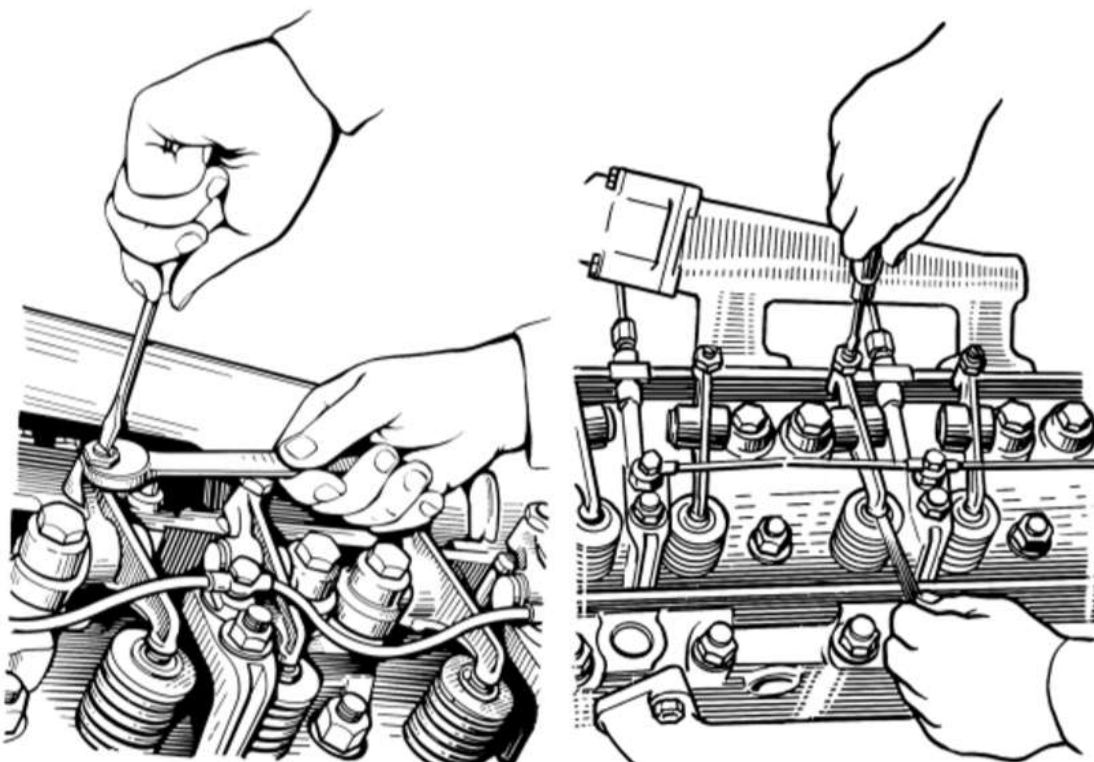

Рисунок 5.12. Регулировка тепловых зазоров
- Для регулировки зазоров отвернуть контргайку регулировочного винта см.рис. 5.12, вставить в зазор щуп и, вращая винт отверткой, установить требуемый зазор. Придерживая винт отверткой, затянуть контргайку и проверить величину зазора. При правильно отрегулированном зазоре щуп толщиной 0,25 мм должен входить при легком нажиме, а толщиной 0,30 мм - с усилием.
Регулировка тепловых зазоров клапанов показана на рис. 5.12.